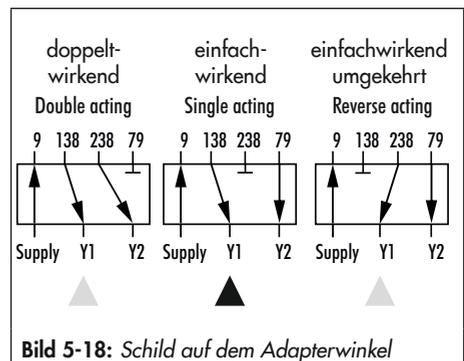

Bild 5-18: Schild auf dem Adapterwinkel
1. Wendeplatte (7) vom Adapterwinkel (6) abschrauben.
2. Adapterwinkel (6) auf den Stellsregler setzen und mit den Schrauben (6.1) montieren, dabei auf den richtigen Sitz der O-Ringe achten.
3. Wendeplatte (7) auf den Adapterwinkel (6) schrauben, dabei auf den richtigen Sitz der O-Ringe achten.
4. Die gewünschte Schaltfunktion nach Bild 5-13 durch Drehen der Wendeplatte wählen: Eine Pfeilmarkierung auf der Wendeplatte zeigt auf die entsprechende Schaltfunktion, vgl. Bild 5-18.
5. Abtaststift am Hebel (M) aus seiner Stiftposition lösen und in Position 90° umsetzen.